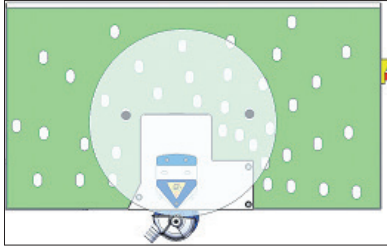
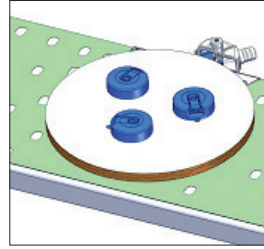

**Abb. 16**
**Abb.17**
- Setzen Sie die Schneideplatte zurück in den Tisch und schrauben Sie sie mit drei Schrauben fest (Abb. 15). Als nächstes befestigen Sie den PD80-Trimmer mit drei Schrauben durch die Schneideplatte (Abb. 16). Überschüssiges Kabel kann auf den Kabelhalter aufgewickelt werden und die Fräsmaschine an die Steckdose angeschlossen werden (Abb. 17).